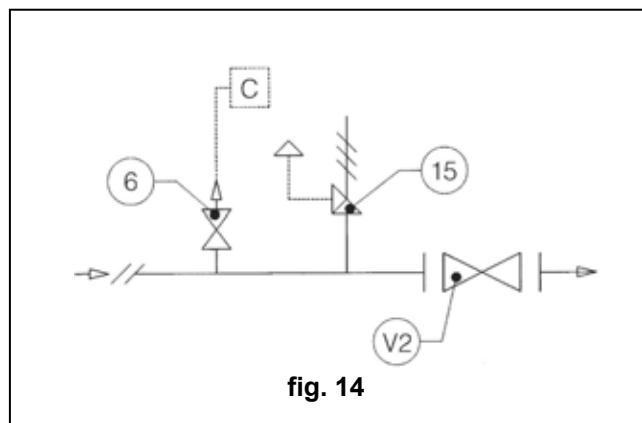

fig. 14
4.1.1 INSTALLAZIONE DIRETTA SULLA LINEA (fig. 14).